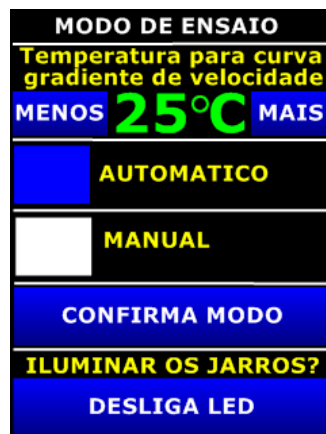
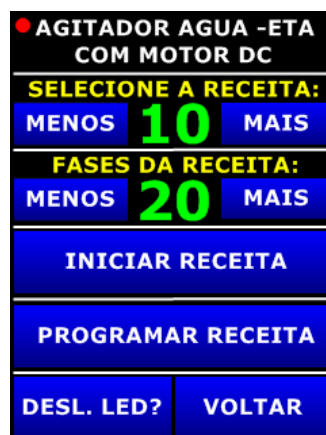

Figura 5
Figura 6
Na tela da Figura 5 de MODO DE ENSAIO, deve-se selecionar no display o item “AUTOMATICO” e selecionar a temperatura da água. Em seguida tocar no botão “CONFIRMA MODO” Após isso será apresentada a tela da Figura 6:
Na tela da Figura 6 temos a opção de programar ou executar as receitas e fases. Temos 10 receitas com até 20 fases por receita, totalizando 200 fases disponíveis.
Na tela da Figura 7 temos como opção de programação a RPM ou GRADIENTE DE VELOCIDADE e o tempo para cada uma das fases desejadas. Para programar cada uma das opções citadas, basta apenas tocar nas posições de RPM (10 a 600) ou GRADIENTE e TEMPO (00:00:01 a 18:00:00) e após isso toque no botão “PROXIMA FASE” onde será carregada a próxima fase a ser programada. Caso a última fase válida esteja na tela de programação e for tocado no botão “PROXIMA FASE” o equipamento irá retornar para a tela da Figura 6 (programação ou execução da receita).
- Toque no botão "VOLTAR" e o motor irá parar e retornar a tela da Figura 5;